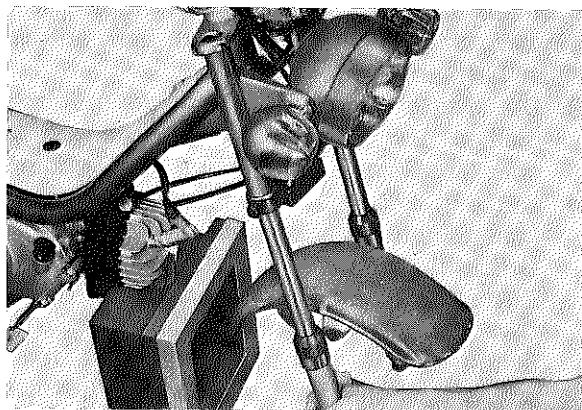

Fig. 5-6-1
1. With the front wheel, speedometer cable and front brake cable removed, the fork legs can be removed from the upper and lower brackets by loosening upper and lower pinch bolts. (Fig. 5-6-1)
1. Enlever la roue avant, ainsi que les câbles d'indicateur de vitesse et de frein avant. On peut alors enlever les bras de fourche en desserrant leurs colliers de serrage supérieurs et inférieurs (Fig. 5-6-1).
1. Bei ausgebautem Vorderrad, abgenommener Geschwindigkeitsmesserwelle und getrenntem Bremsseil, und nachdem die oberen und unteren Klemmschrauben gelöst wurden, können die Gabelbeine aus dem oberen und unteren Bügel herausgenommen werden. (Fig. 5-6-1)